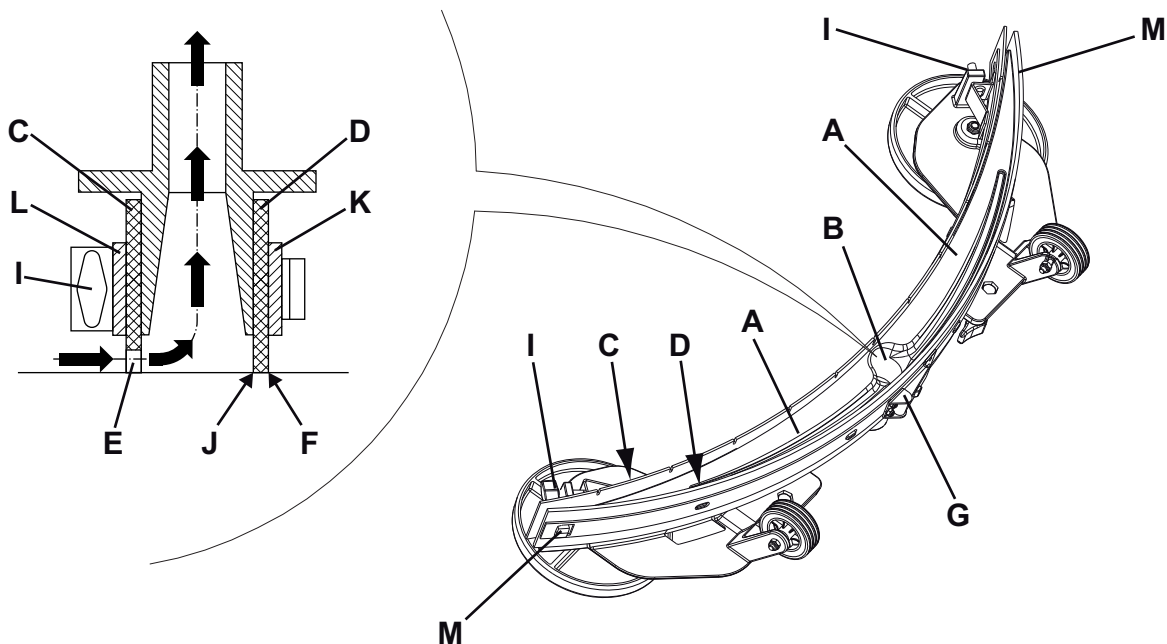

Abbildung 5
2. Zündschlüssel (80) in Stellung 0 drehen.
3. Sauglippe (25) mit dem Hebel (10) absenken.
4. Sterngriffe (26) lösen und Sauglippe (25) abnehmen.
5. Ansaugrohr (15) von der Sauglippe abnehmen.
6. Die Sauglippe (Abb. 5) waschen und reinigen. Insbesondere die Hohlräume (A, Abb. 5) und die Bohrung (B) reinigen. Überprüfen, ob der vordere (C) und der hintere Gummi (D) unversehrt sind und keine Schnitte oder Risse aufweisen, gegebenenfalls austauschen (siehe nachstehender Absatz).
1. Die Sauglippe (Abb. 5) reinigen, und dabei wie angegeben im vorhergehenden Abschnitt vorgehen.
2. Überprüfen, ob die Fugenkanten (E) des vorderen (C) und die Fugenkanten (F) des hinteren Gummis (D) gleichzeitig in ihrer gesamten Länge auf dem Fußboden aufsitzen. Andernfalls wie folgt ihre Höhe einstellen:
- Zugstange (G) entfernen, Haltevorrichtungen (M) lösen und hinteren Gummi (D) einstellen. Haltevorrichtungen einrasten und Zugstange einbauen.
- Sterngriffe (I) lösen und vorderen Gummi (C) einstellen. Sterngriffe wieder festdrehen.
3. Überprüfen, ob der vordere (C) und der hintere Gummi (D) unversehrt sind und keine Schnitten oder Risse aufweisen, gegebenenfalls wie folgt austauschen. Überprüfen, ob die Vorderkante (J) des hinteren Gummis verschlissen ist. Gegebenenfalls Gummi umdrehen und eine der drei unversehrten Kanten als Vorderkante verwenden. Sind auch die anderen drei Kanten abgenutzt, Gummi wie folgt austauschen:
- Zugstange (G) entfernen, Haltevorrichtungen (M) lösen, Haltestreifen (K) abnehmen und hinteren Gummi (D) umdrehen/austauschen. Gummi in umgekehrter Reihenfolge einbauen.
- Sterngriffe (I) aufdrehen, Haltestreifen (L) abnehmen und vorderen Gummi (C) austauschen. Gummi in umgekehrter Reihenfolge einbauen.